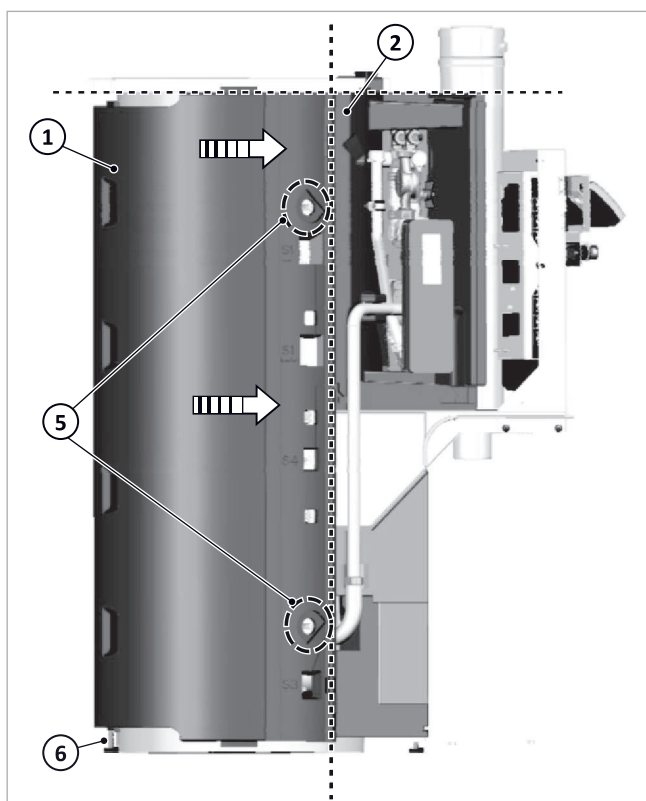

Fig. 18: Colocación del aislamiento posterior del recipiente
3. Fije mediante la arandela acodada (3) y el tornillo (4) el aislamiento del recipiente en el recipiente en la parte superior e inferior → fig. 18 (5).
- conexión superior recta del aislamiento posterior del recipiente → fig. 18 (1) con el aislamiento de la estación (2)
- enrasado en vertical con el aislamiento de la estación → fig. 18 (2) y alineado con respecto al aislamiento de la brida.
6. Desenrosque el pie → fig. 18 (6) hasta el suelo.